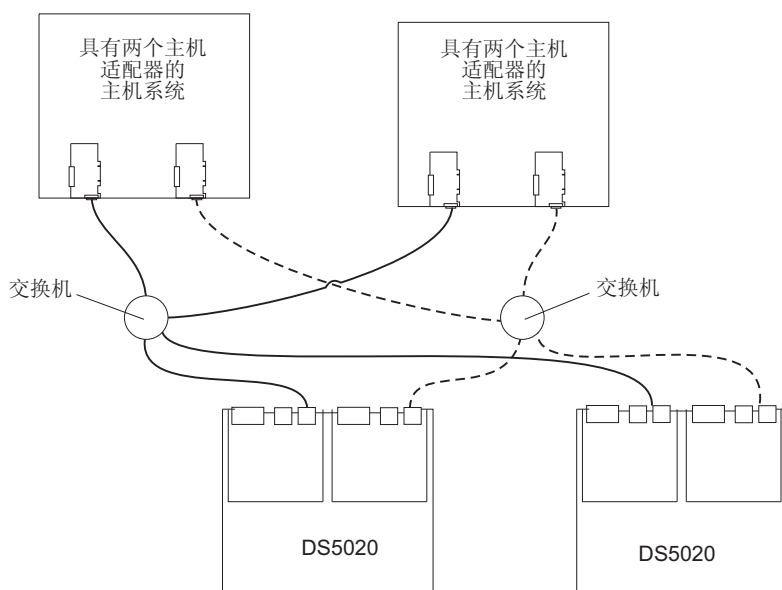

图 59. 双 SAN 环境中两个存储子系统的示例
- 双 SAN 光纤网配置中的两个存储子系统，如第 82 页的图 59 中所示
在图 59 中，光纤通道交换机并未连接在一起。每个交换机形成自己的 SAN 光纤网。